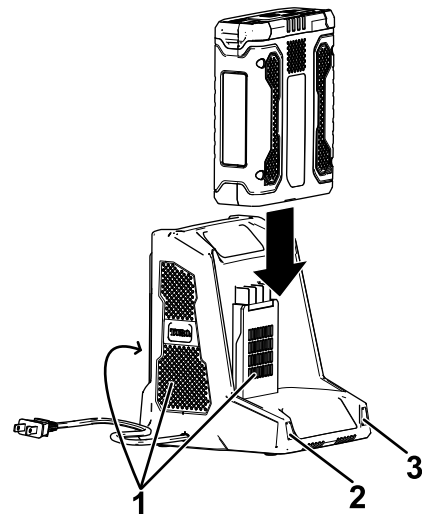

Bild 10
3. Fluchten Sie das Loch im Akkupack (Bild 10) mit der Zunge am Ladegerät aus.
5. Schieben Sie das Akkupack in das Ladegerät, bis es einrastet (Bild 10).